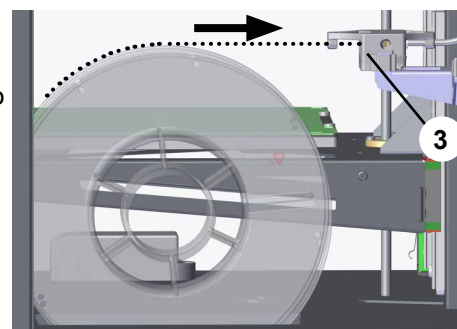

Fig. 6
- ⇒ Nella schermata Home toccare il pulsante Filamento (Fig. 6).